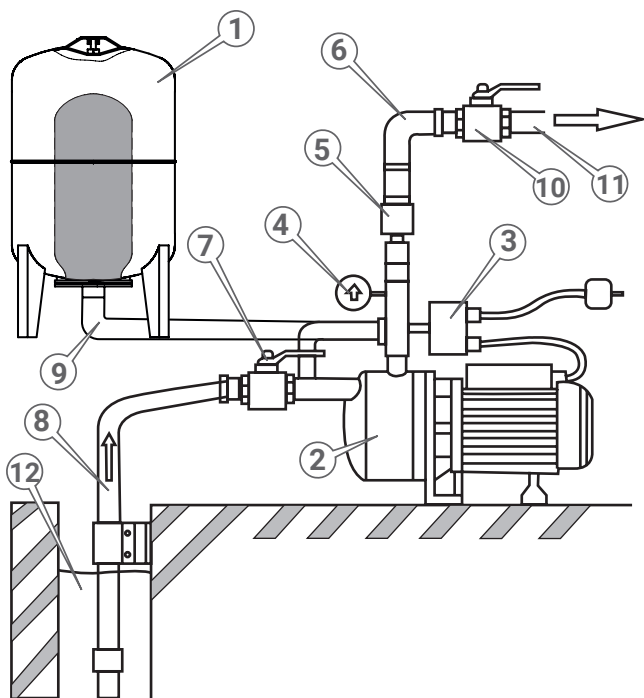

Рисунок 6. Схема монтажу гідроакумулятора моделі «UTV 100» в систему водопостачання з поверхневим насосом
3. Встановити на насос багатоканальний штуцер та під'єднати реле (3, рис. 6) і манометр (5, рис.6).
4. Суцільний фланець із штуцером (3, рис. 2) гідроакумулятора з'єднати з напірною трубою (9, рис. 6) штуцера насоса.
5. Під'єднати насос до джерела водопостачання за допомогою вхідного патрубку насоса (8, рис. 6) а вихідний патрубок (6, рис. 6) насоса до системи водопостачання (11, рис.6).